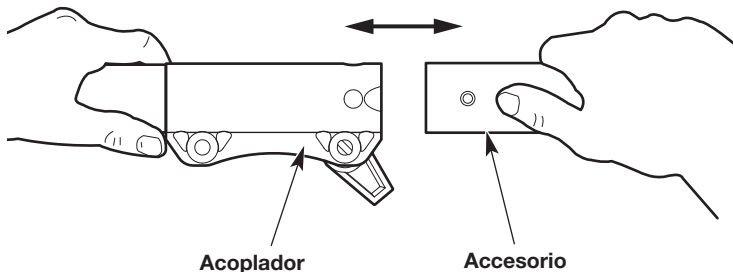
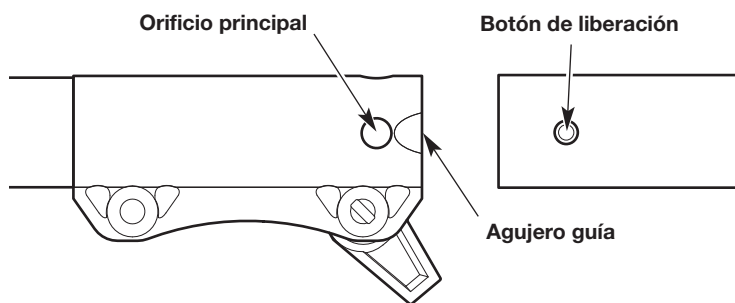

Fig. 11
Fig. 12
4. Alinee el botón de liberación con el embutimiento de la guía (Fig. 12).
5. Presione el accesorio directamente dentro del acoplador (Fig. 11) hasta que el botón de liberación encaje a presión firmemente del orificio principal (Fig. 12).
3. Oprima y mantenga apretado el botón de liberación (Fig. 12).
4. Tire del accesorio directamente hacia fuera del acoplador (Fig. 11).